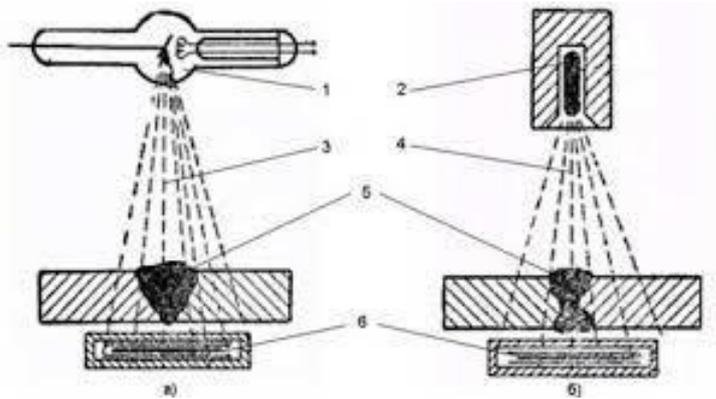

Рис. 1. Схема просвечивания сварных швов рентгеновскими луча
**2. Установить соответствие между позициями схемы просвечивания сварных швов рентгеновским и гамма-излучением (рис.1.) и названиями основных элементов**